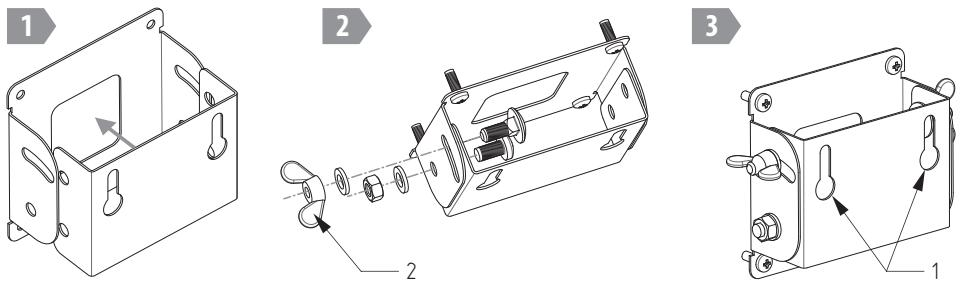
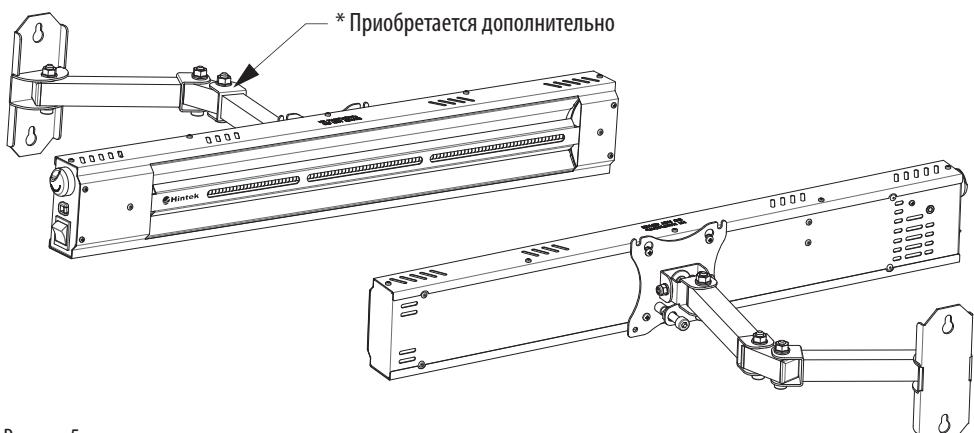

Рисунок 4.
Рисунок 5.
5.2. На задней панели корпуса имеются резьбовые заклепки (10), позволяющие закрепить обогреватель на кронштейне для монтажа на стену. Кронштейн позволяет регулировать угол наклона обогревателя. Вы можете закрепить кронштейн (9) из комплекта поставки или кронштейн с системой VESA MIS-D 75 (см. рис. 5) (приобретается дополнительно). Схема сборки кронштейна из комплекта поставки приведена на рис. 4.
6.2. Собрать кронштейн (см. рис. 4). Обратите внимание на правильность расположения отверстий на деталях!
6.3. Прикрутите кронштейн к корпусу обогревателя таким образом, чтобы расположение отверстий для монтажа на стену (1) (см. рис. 4) совпадало с рисунком 1, 2.
6.9. Выберите угол наклона обогревателя. Затяните барабановые винты (2) (см. рис. 4).